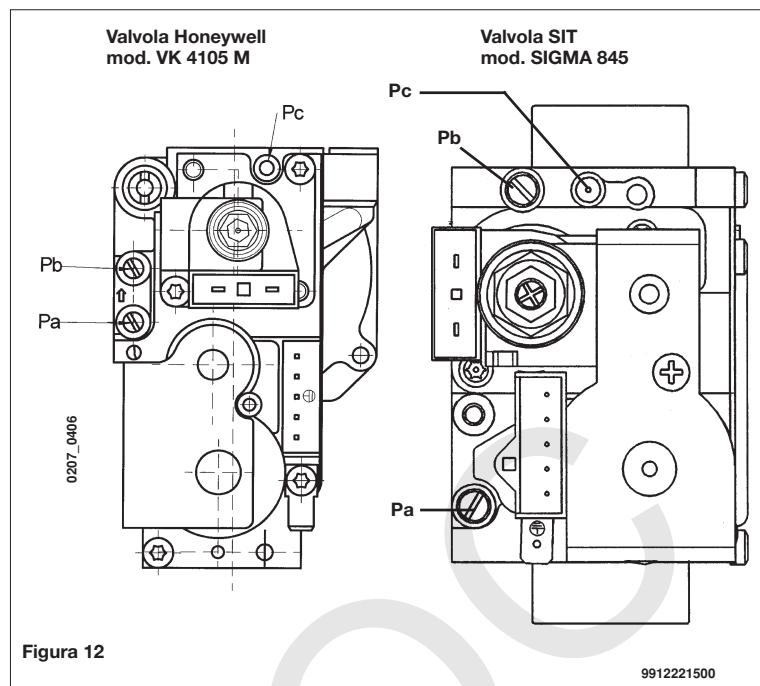

Figura 12
Le modalità di taratura del regolatore di pressione sono leggermente differenti a seconda del tipo di valvola del gas utilizzata (HONEYWELL o SIT vedi figura 12).
- collegare la presa di pressione positiva di un manometro differenziale, possibilmente ad acqua, alla presa di pressione (Pb) della valvola del gas (figura 12). Collegare, solo per i modelli a camera stagna, la presa negativa dello stesso manometro ad un apposito "T" che permette di collegare insieme la presa di compensazione della caldaia, la presa di compensazione della valvola del gas (Pc) ed il manometro stesso. (Una pari misura può essere effettuata collegando il manometro alla presa di pressione (Pb) e senza il pannello frontale della camera stagna);
- verificare che la pressione dinamica di alimentazione della caldaia, misurata alla presa di pressione (Pa) della valvola del gas (figura 12) sia quella corretta (30 mbar per il gas butano, 37 mbar per il gas propano o 20 mbar per il gas naturale).